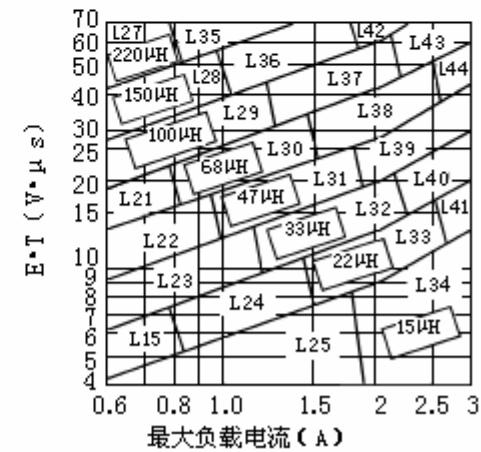

图7. HYM2596-ADJ
- 2) 用前面的公式中所得的 $E \cdot T$ 值，从图 7 的纵坐标上找一个相匹配的电感序号。
4) 由图 7，34 (V · μs) 的水平线和 3A 的垂直线的交叉处所确定的电感为 47μH，电感代号为 L39。